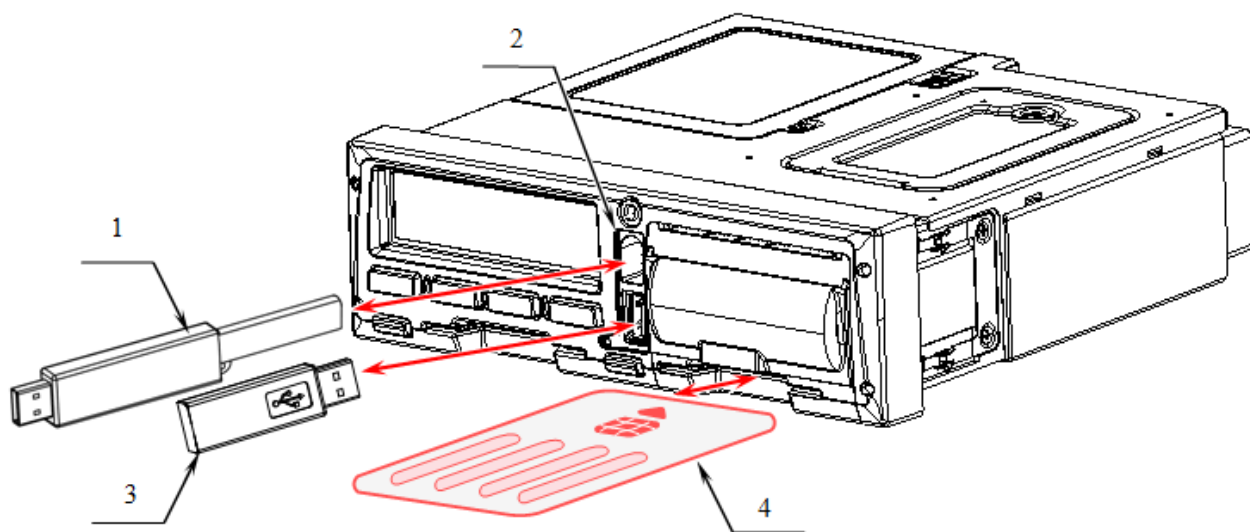

Рисунок 28. Выгрузка данных при помощи USB-накопителя
- с помощью USB накопителя. Подключение USB накопителя к тахографу производится через USB разъем – 3 (см. Рисунок 28. Выгрузка данных при помощи USB-накопителя). При этом в тахографе должна быть установлена карта предприятия, и введен ее PIN-код. Расшифровка информации, скопированной с тахографа производится с помощью специализированного ПО.